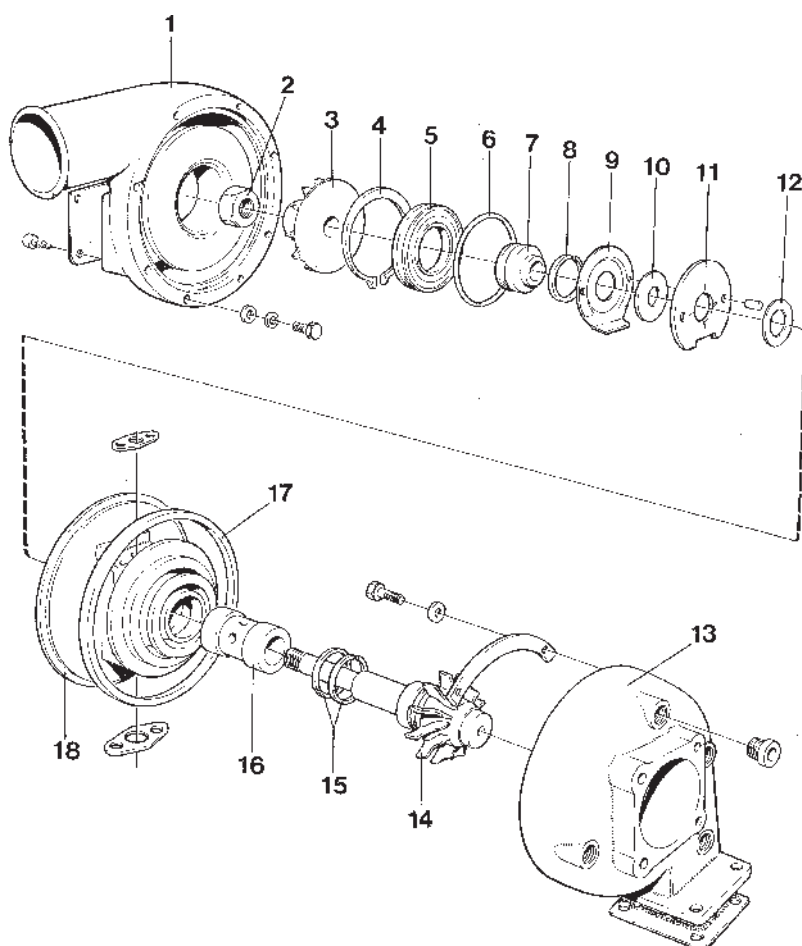

Fig. 161 Turbocompresseur Holset 3LD-530A
2. Repérer le carter de la turbine (13, fig. 161), le carter de roulements (18) et le carter de compresseur (1).
4. Remonter la rondelle butée (12, fig. 161).
5. Remonter le palier de butée (11). Tourner ce palier de façon à ce que les rainures d'huile dans le carter de roulements coïncident avec les alésages du palier.
6. Remonter la bague de butée (10) et le déflecteur d'huile (9).
7. Poser le segment d'étanchéité sur la bague porte-segment (7) et le joint torique sur le couvercle (5). Poser la bague porte-segment dans le couvercle. Mettre en place le couvercle et la bague porte-segment.
8. Poser en place le grand circlips (4), le chanfrein tourné vers l'extérieur.
13. Placer la bague de serrage (17) sur le carter de roulements et reposer le carter de roulements sur le carter de turbine en notant les repères marqués lors du démontage.